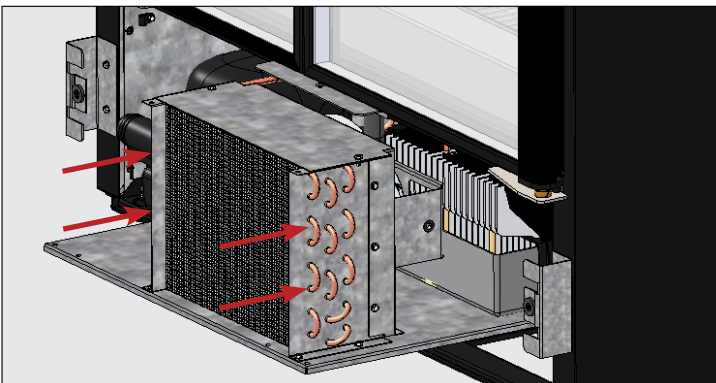

Abb. 7. Setzen Sie den Verflüssiger vorsichtig wieder ein und drehen Sie die Schrauben ein.
9. Bringen Sie die Halterungen des Registers wieder an (sofern zutreffend). Schieben Sie Kompressoreinheit vorsichtig wieder ein und schrauben Sie sie fest. Siehe Abb. 7.